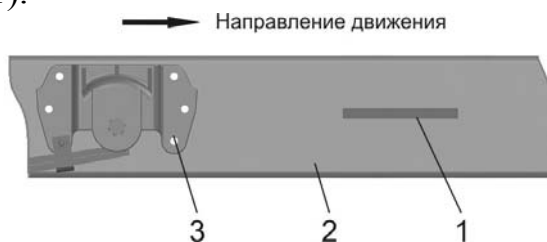
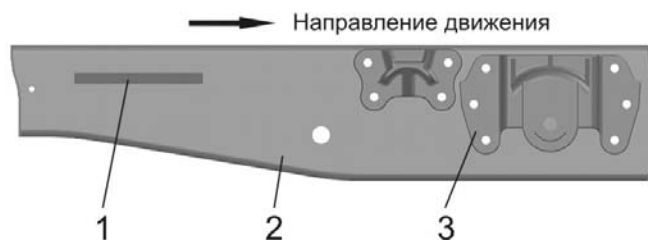

Рис. 1.2. 1 – место нанесения VIN автомобилей с платформой и их шасси; 2 – лонжерон рамы правый; 3 – передний кронштейн задней рессоры
Рис. 1.3. 1 – место нанесения VIN автомобилей с платформой и их шасси; 2 – лонжерон рамы правый; 3 – передний кронштейн задней рессоры
1.2. Идентификационный номер ТС (VIN) на автомобилях с платформой и их шасси наносится на правом лонжероне рамы перед передним кронштейном задней рессоры (рис. 1.2, поз. 1) или между кронштейнами задней рессоры (рис. 1.3, поз. 1).